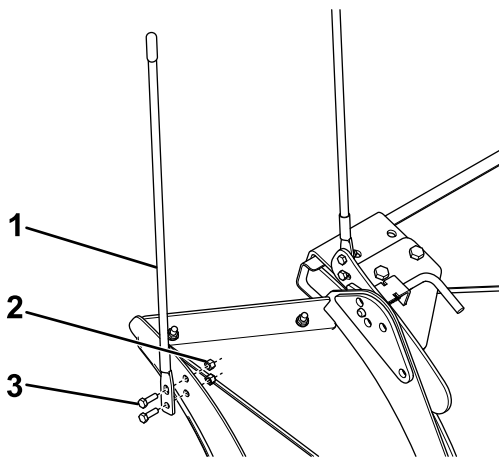

Figure 11
16. Fixez un guide-lame à l'ailette au moyen de 2 boulons (5/16 po) et contre-écrous (Figure 11), puis serrez les boulons à 19 N·m (14 pi-lb).